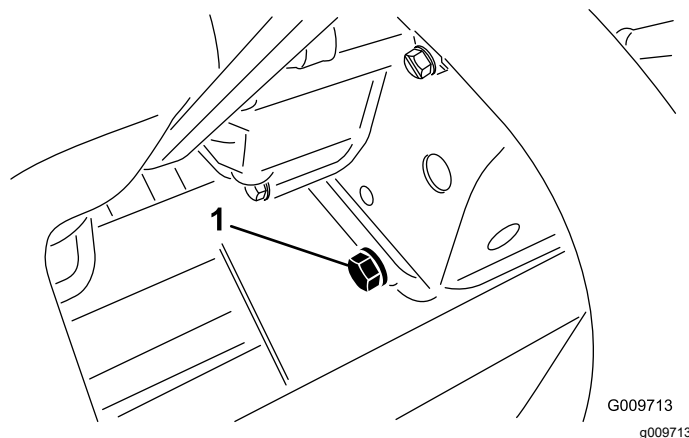

図 91
2. ドレンプラグ 図 91 を外してオイルを容器に受ける。